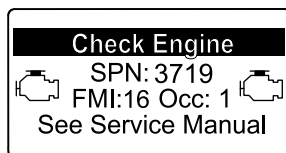

Figura 47
- Avvertenza motore SPN 3720, FMI 16 (Figura 47)